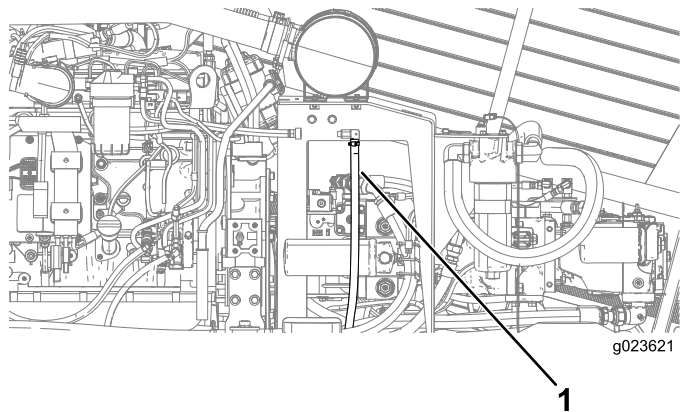

Figure 86
3. Avec précaution, tirez et déposez le tube d'évent de carter (Figure 86).
4. Nettoyez l'extrémité du tube d'évent de carter (Figure 86).